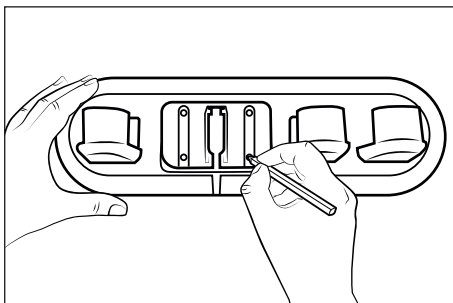

Fig. 5
- 3) Utilisez le support pour accessoires **17** pour marquer les quatre trous à percer sur le mur (voir fig. 5).